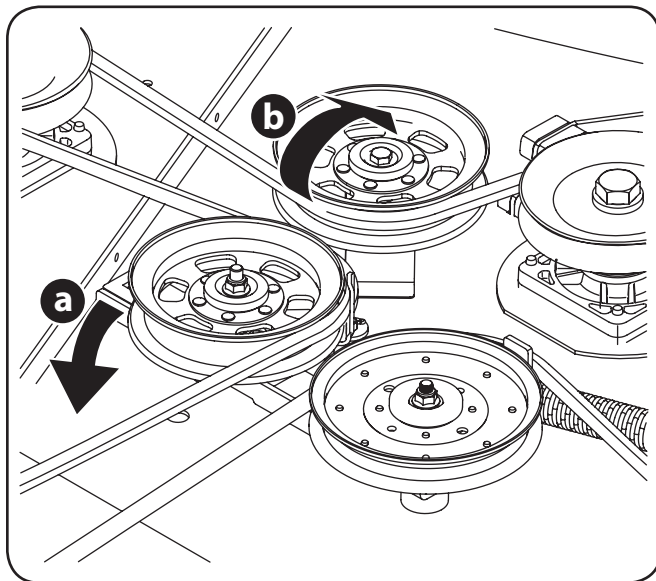

Figura 7-4
- b. Desde la parte media del tractor, haga girar el soporte de polea loca y la polea loca móvil hacia atrás, separándolos de la parte posterior de la correa en 'V' (a) a una distancia suficiente que permita levantar la correa, por encima de la polea loca (b). Vea la Figura 7-4.